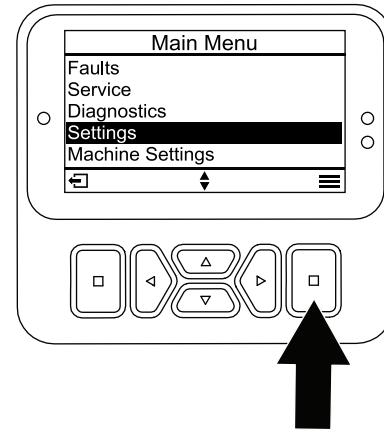

Bild 25
1. Blättern Sie vom HAUPTMENÜ zum Menü EINSTELLUNGEN und drücken Sie die Auswahltaste (Bild 25).